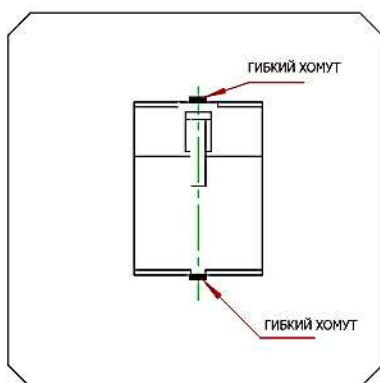

Рис.5
- См. рисунки 3 и 4. Поместите ручку (5) в положение А (см. рисунок 9), соедините ручку (5) с гидроузлом (10) с помощью штифта (2), и теперь нужно протянуть цепь (8) через отверстие в штифте (2). Поверните ручку (5) в горизонтальном положении и выньте штифт (9). Сохраняйте штифт (9) для следующего использования. Подсоедините провода в ручке (5) и провода корпуса тележки через разъем (6). Можно использовать гибкий хомут для обеспечения надежного соединения (см. рисунок 5). После подсоединения проводов, закрепите провода на ручке 5 при помощи детали 7 в соответствии с рисунком 4.
- См. рисунки 4 и 6. Накрутите гайку на конце цепи (8) в паз пластины рычага (11).